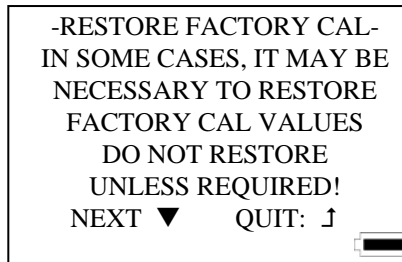

Abb. 4-18: Ansicht Wiederherstellung der Werkskalibrierung
2. Die folgende Warnmeldung erscheint im Display. Betätigen Sie die ▼ Taste zum Fortfahren oder die ↵ Taste für einen Abbruch (Abb. 4-18).